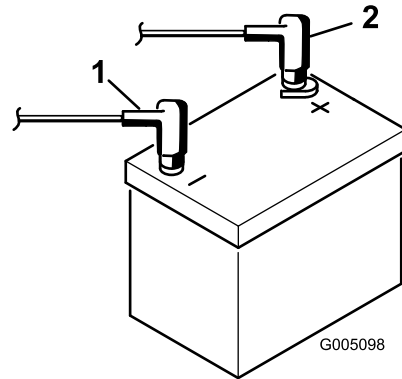

図 44
1. バッテリーからマイナスケーブル黒を外し、次にプラスケーブル赤を外す 図 44。
6. プラス赤ケーブルをバッテリーのプラス端子に接続し、次にマイナス黒ケーブルをバッテリーのマイナス端子に接続して、先ほど外したボルトとナットで固定する 図 44。ショート防止のために端子にゴムキャップをかぶせる。